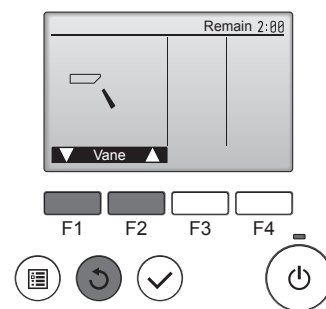

Fig. 7-7
- С помощью кнопок **[F1]** **[F2]** проверьте работу заслонки в автоматическом режиме. (Fig. 7-7)